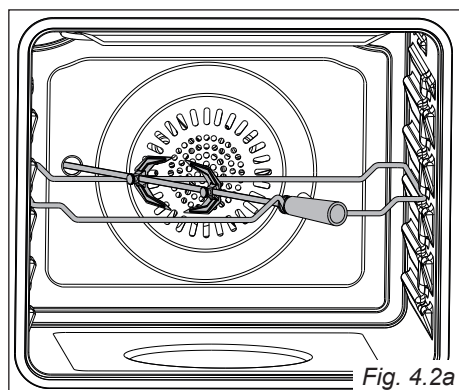

Fig. 4.2a
COTTURA ALLO SPIEDO CON IL GIRARROSTO (fig. 4.2a, 4.2b)
- Inserire l'asta nell'apertura del motore (fig. 4.2a, 4.2b). Esso è installato correttamente solo se l'asta non gira una volta inserita. Esso ruoterà solamente quando il motore del girarrosto è in funzione (verificare la corretta rotazione dell'asta).